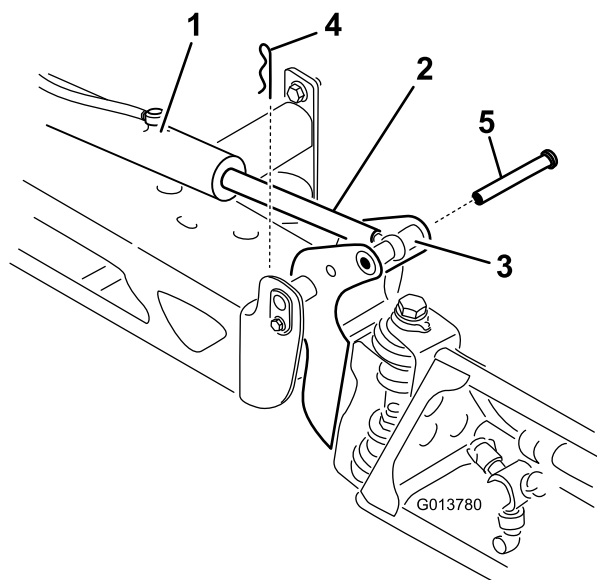

Figure 69
- Retirez la goupille fendue de l'axe de chape (Figure 69).
- Levez la section, retirez l'axe de chape et abaissez lentement la section au sol (Figure 69).
7. Tout en soutenant la section de pulvérisation, insérez l'axe de chape dans le pivot de rampe et la tige de vérin (Figure 69).